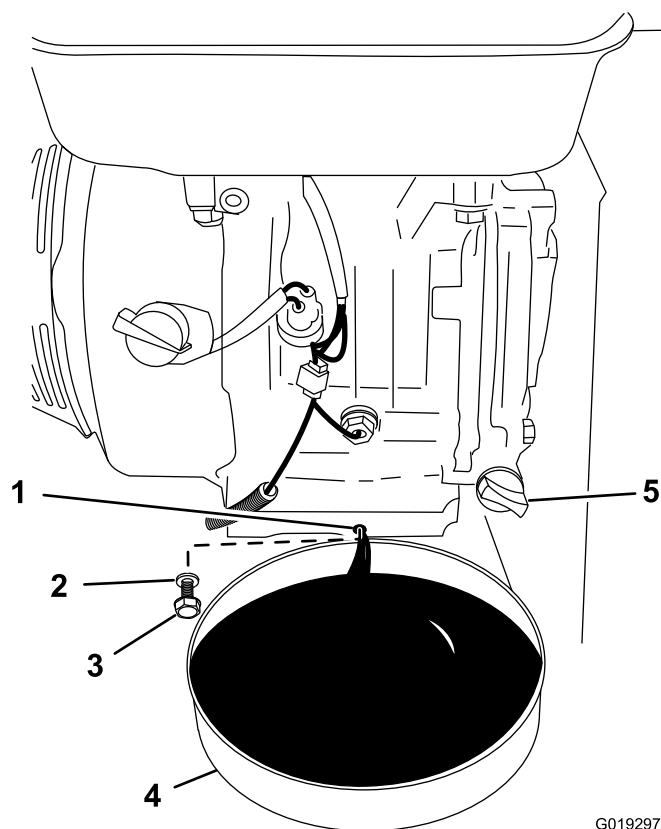

Figure 41
- 5. Placez un bac de vidange de 1,9 litre (2 ptes US) sous l'orifice de vidange d'huile du moteur (Figure 41).
- Retirez le bouchon de vidange et sa rondelle, et vidangez l'huile (Figure 41).
- Lorsque la vidange d'huile est terminée, remettez le bouchon en place, assorti d'une rondelle neuve, et essuyez les coulées d'huile éventuelles (Figure 41).
- Enlevez le bouchon de remplissage/la jauge et versez lentement environ 80 % de la quantité d'huile spécifiée dans le moteur (Figure 41).